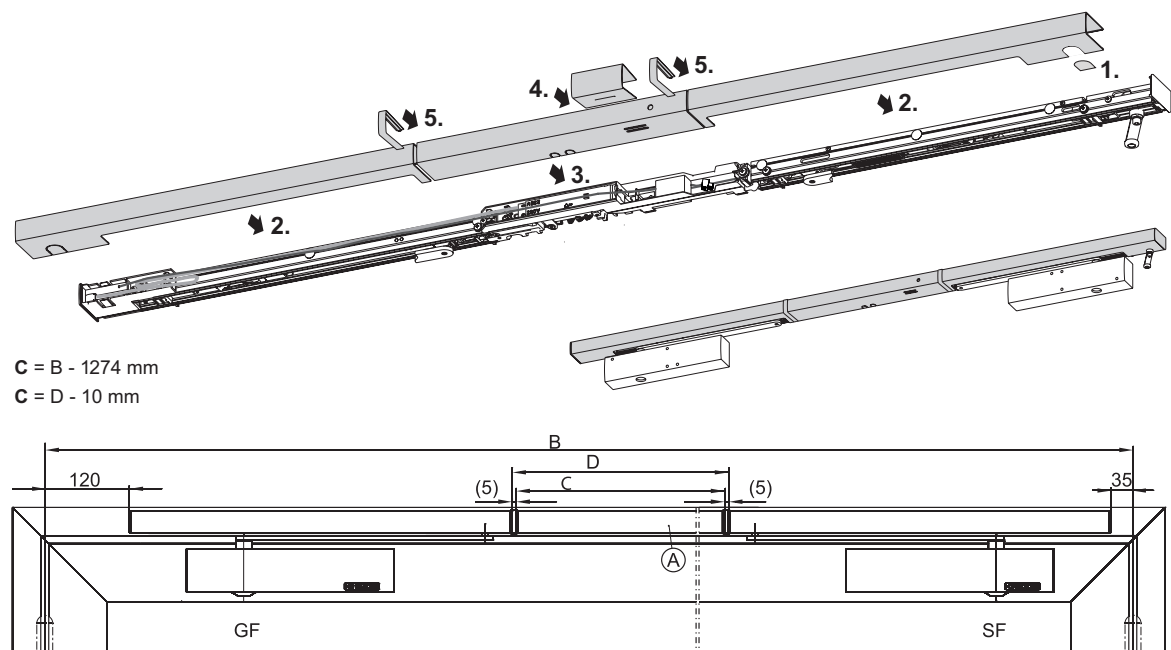

Fig. 6.12.1
- ▶ Shorten adjustable-size middle cover panel „A“ to size „C“ (Fig. 6.12.1).